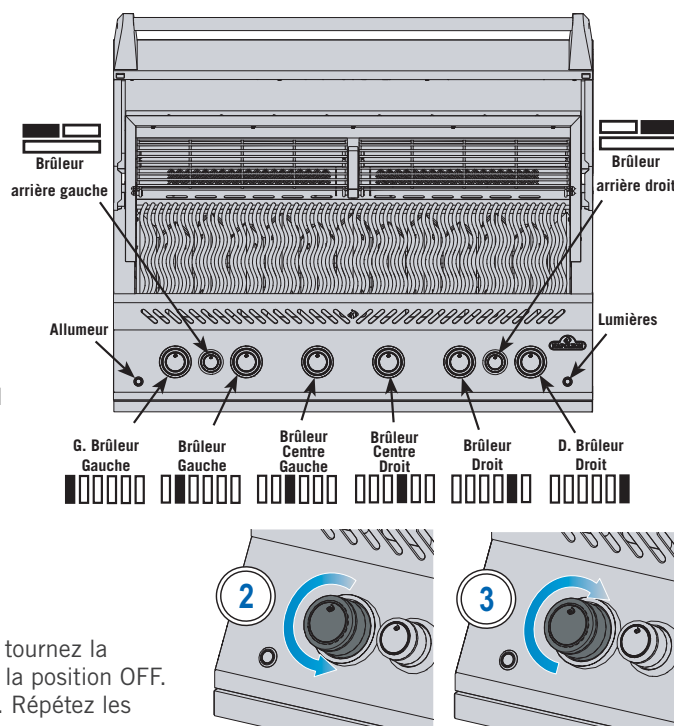

Fig. 1
4. La veilleuse et le brûleur ne s'allument pas en 5 secondes - tournez la commande. dans le sens des aiguilles d'une montre jusqu'à la position OFF. Attendez 5 minutes pour que l'essence s'écoule. se dissiper. Répétez les étapes 2 et 3 ou allumez avec une allumette. (Fig. 1)
5. Le brûleur ne s'allume pas - tourner le bouton de commande du brûleur dans le sens des aiguilles d'une montre jusqu'à la position OFF. Attendez 5 minutes. Répétez l'étape 3 et 4. (Fig. 1)